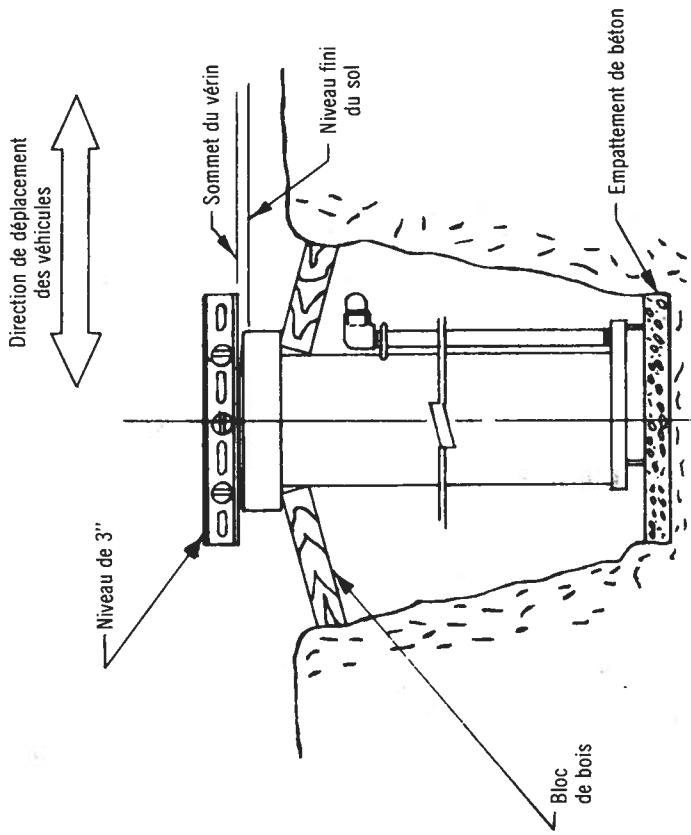
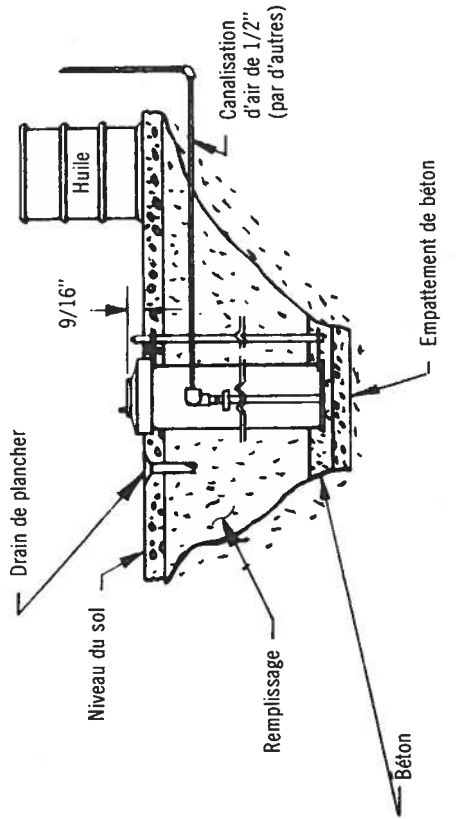

FIG. 2
FIG. 3
La base de béton devrait être d'au moins 24" de diamètre par au moins 6 pouces d'épaisseur et doit être placé au fond de l'excavation. Le sommet de la base de béton doit être à un minimum de 114 pouces en dessous du niveau du plancher fini. Voir la figure 2 et le dessin SK3038.
3. Fixez une corde, un câble ou une chaîne au vérin et abaissez-le dans l'excavation, réglez-le de manière à ce que le sommet du vérin soit à 16-1/2" dessous la ligne du plancher fini. Voir la figure 2.
Placez un cordon d'un côté à l'autre de l'installation de manière à ce que le cordon passe au dessus du point central du vérin et du centre de l'étui du tube anti-rotation. Ce cordon doit être à angle droit avec la direction de déplacement des automobiles. Vérifiez que la canalisation d'air de 1/2" est installée au raccord inférieur de vérin. Bloquez le vérin en position en utilisant un niveau d'un minimum de 3 pieds. Vérifiez que le sommet du cylindre est de niveau. Voir la figure 2. Vérifiez dans les deux sens, et lorsque vous êtes sûr qu'il est de niveau, verser au moins 6" de béton au fond du trou. Laissez le béton durcir, vérifiez que le vérin est de niveau et bien ancré dans sa base. Voir la figure 3.
Faire le fond de la fosse en béton. Cinq pouces d'épaisseur minimum avec sa surface de maintien à 2 pouces sous le sommet du vérin et inclinée vers le drain. Laisser durcir le fond de la fosse. Voir figure 3.